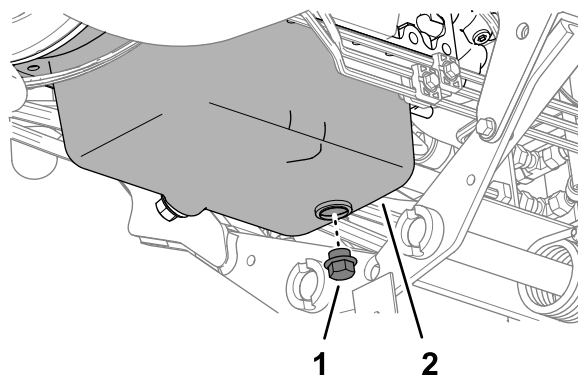

Figura 80
4. Retire el tapón de vaciado (Figura 80) y deje que se vacíe el aceite en el recipiente.